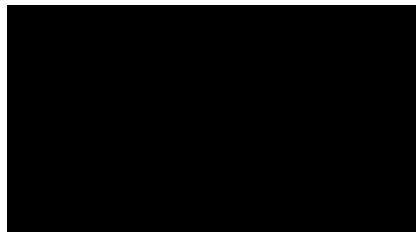

Рис. 6.5. Диалоговое окно **Split Option**
2. В диалоге **Split Options** (опции разделения) внесите имя новой модели «Сборка и тестирование компьютеров», установите опции, как на рис. рис. 6.5, и щелкните по кнопке **ОК**.